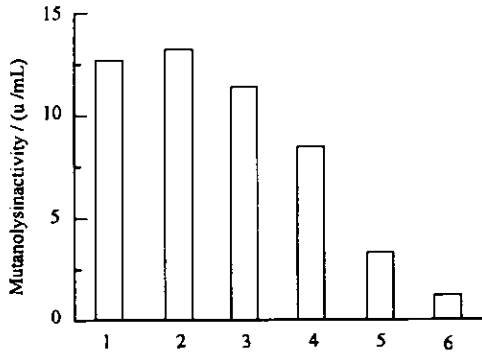

图 1 装液比对变溶菌素产量的影响
2.1.1 装液比对变溶菌素产量的影响:在 300 mL 三角瓶中分别加入不同体积(10,20,30,40,60,80 mL)的培养基,其余条件均相同,培养 4 d,测变溶菌素活性。结果如图 1,较小的装液比有利于变溶菌素的产生。在培养基装量为 20 mL/300 mL 时,变溶菌素产量最高。在装量为 10 mL/300 mL 时变溶菌素产量反而下降的原因主要是培养基水分挥发过度所致。